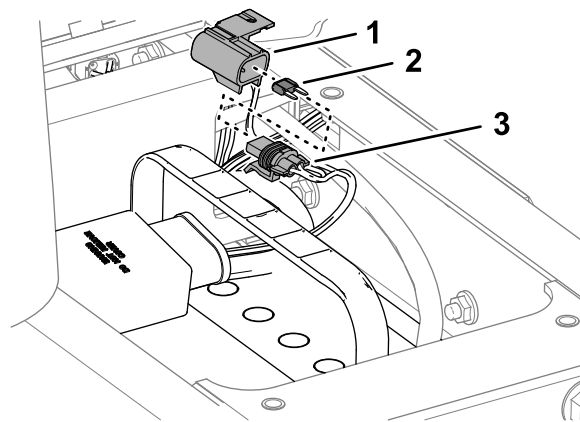

Рисунок 71
2. Снимите крышку со встроенного держателя предохранителя (Рисунок 71).